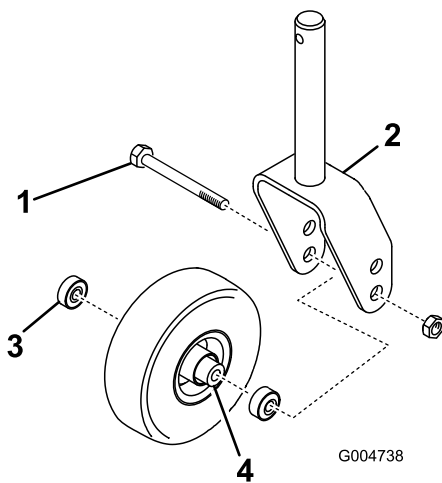
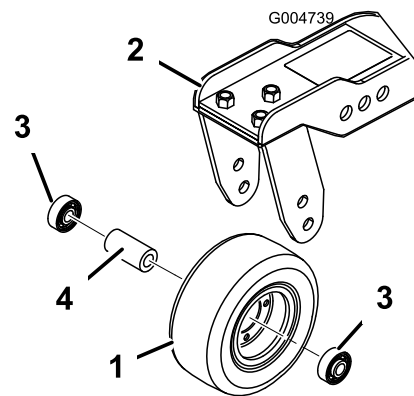

Bild 84
Bild 85
1. Entfernen Sie die Sicherungsmutter von der Schraube, mit der das Laufrad zwischen der Laufradgabel (Bild 84) oder dem Laufradgelenkarm (Bild 85) befestigt ist.
2. Entfernen Sie das Lager aus der Radnabe und lassen das Lagerdistanzstück herausfallen (Bild 84 und Bild 85).